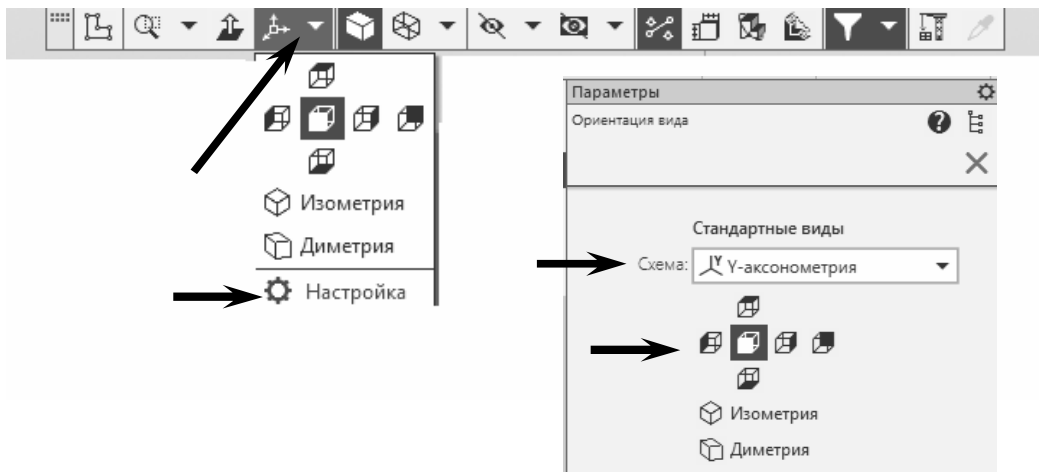

Рис. 1.37. Выбор первоначальной ориентации вида
4. На панели **Вид** нажмите кнопку «**Ориентация**»  и в меню «**Настройка**» выберите начальную ориентацию модели – «**Y-аксонометрия**» (рис. 1.37).